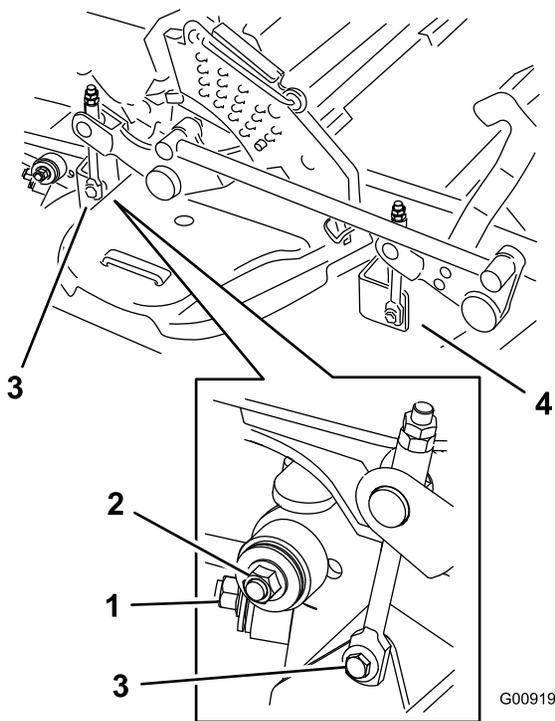

Figure 103
8. Enlevez et mettez de côté les fixations des deux côtés du plateau, comme montré à la Figure 103.